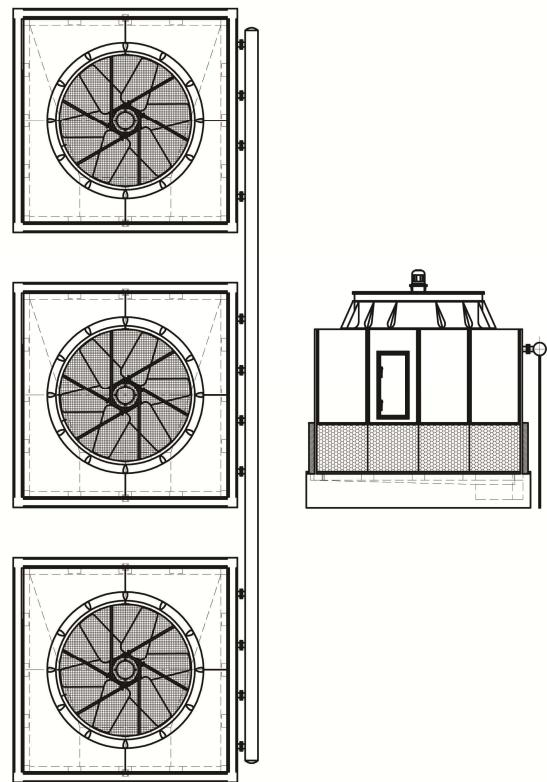

Fig. 10
- h) If only a manifold pipe is used for several towers, it will be necessary to install supports or brackets, to avoid that the weight of this manifold is supported by the tower pipes. In this case, a breakage of these pipes could occur (Fig 10).
- h) Si on dispose d'un seul collecteur d'eau pour plusieurs tours, on doit installer des supports pour que le poids de ce collecteur ne soit pas obligé d'être supporté par les tuyauteries de la tour, puisque dans ce cas, celles-ci pourraient se casser (fig. 10).
- h) Si se dispone un único colector de agua para varias torres, se deben de instalar soportes para que el peso de dicho colector no tenga que ser soportado por las tuberías de la torre, ya que de ser así, éstas podrían romperse (fig. 10).